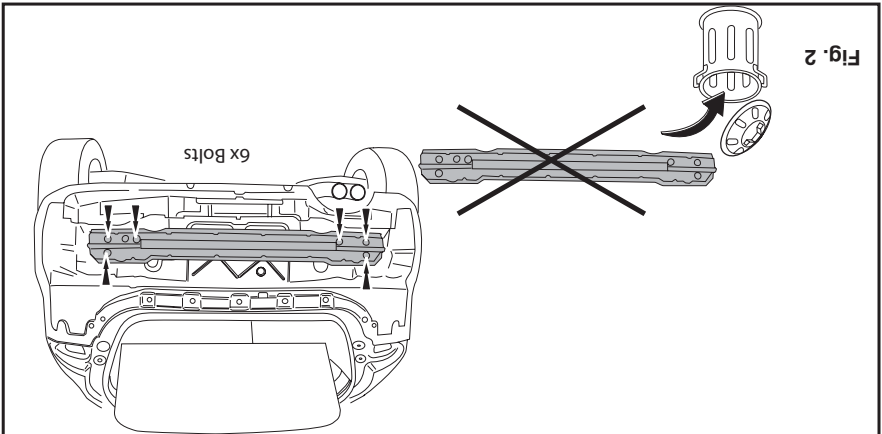
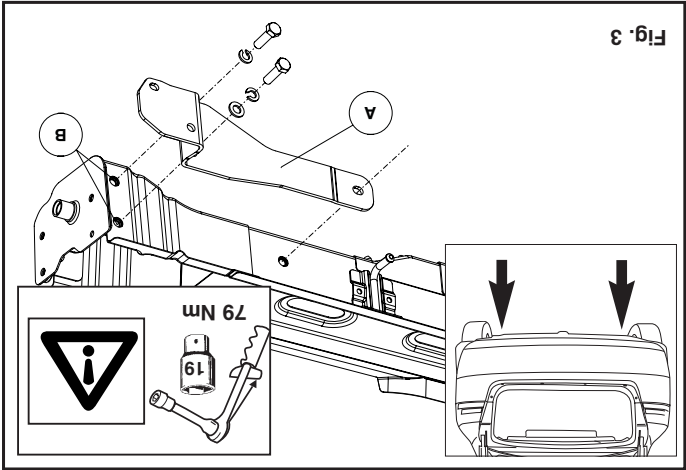

Fig. 2
Fig. 3
4. Der hinterer Stoßbalken abmontieren. Diese wird nicht mehr benötigt. Siehe Abbildung 2.
6. Die Sichertheitsöse (L) abmontieren. Diese wird nicht mehr benötigt.
7. Die Halterungen A anlegen und bei den Punkten B befestigen. Siehe Abbildung 3.
4. Démontez la poutre chocs arrière. Il ne sera plus utilisé. Voir la figure 2.
6. Démontez l'anneau de remorquage (G). Il ne sera plus utilisé.
7. Positionner les supports A et les fixer à l'emplacement des points B. Voir la figure 3.
4. Demontér den bageste stødstænger. Denne bliver overflødig. Se fig. 2.
6. Demontér seljirningen (V). Denne bliver overflødig.
7. Anbring støtterne A og monter disse ved punkterne B. Se fig. 3.